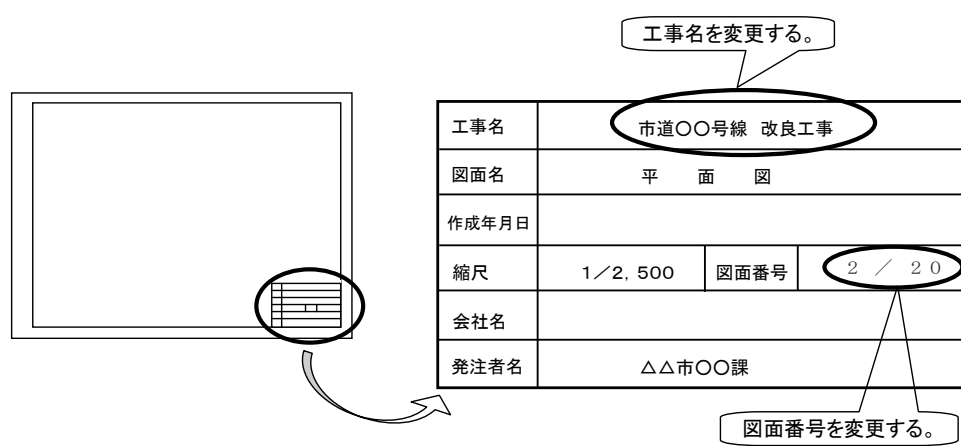

図 2-2 表題欄の工事名及び図面番号等の修正イメージ
- 「2.1.3. (1) 発注用 C A D 図面作成」に従って図面の表題欄の工事名及び図面番号等を修正する。(表 2-2 作図におけるレイヤ名及び代表色 (参考) 参考) 例えば図枠を編集する場合、レイヤ名の 1 階層目の名称が「図枠」または「T T L」と命名されたレイヤ上で修正を行う。(図 2-2 参照)
追加図面と発注図の順番を組み直し、図面の表題欄の図面番号等を修正する。手引き【工事編】に従って作成されたC A D図面の場合は、レイヤ名の1階層目の名前が「図枠」または「T T L」のレイヤを修正する。(図 2-2 参照)